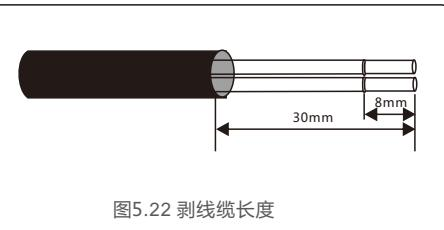

图5.22 剥线缆长度
- 利用剥线钳，将通信线缆的钢铠和线芯的绝缘层，剥去适合的长度。(如图5.22所示)。